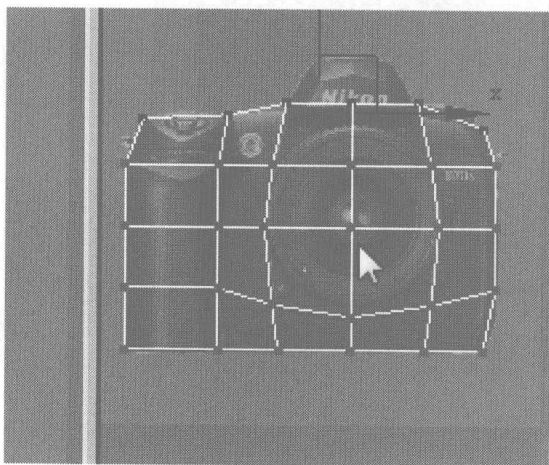
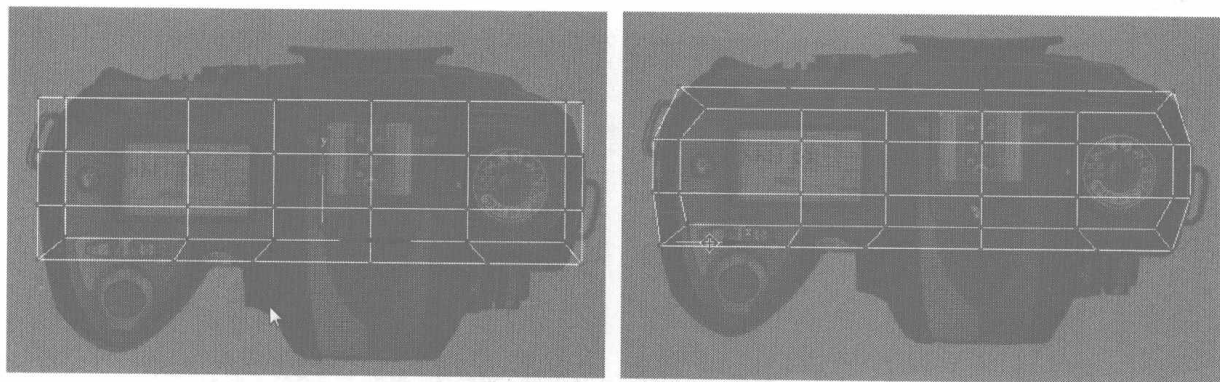

图 6.8
图 6.9
- 06** 在 Front 视图中框选如图 6.8 所示的节点，在 Top 视图中沿 Y 轴向上拉伸这些节点，再适当调整其他的一些节点，如图 6.9 所示。